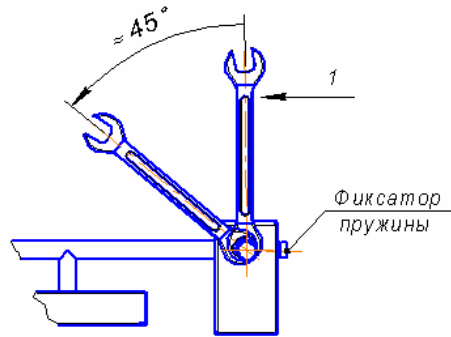

Рис.3
Для регулировки пружины следует выполнить следующие действия (см. рис.3):
- проверка работы пружинного механизма фиксации крышки сковороды и, при необходимости, его регулировка (п.9.5.4, рис.3)